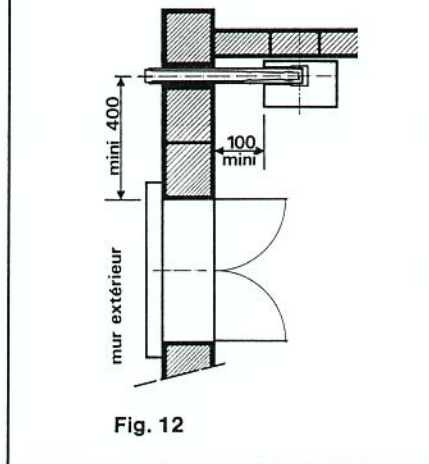

Fig. 12
- Soit contre une cloison, à angle droit avec un mur extérieur (dans ce cas le départ du dispositif ventouse s'effectue à droite ou à gauche de la chaudière) (fig. 12).